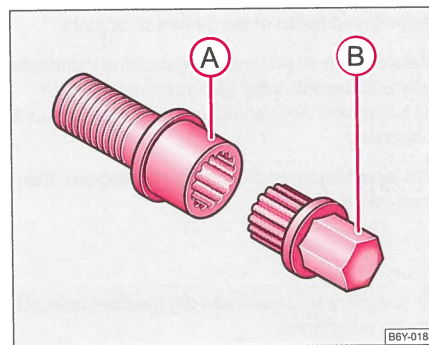

Fig. 162 Hjulsikringsbolt med adapter
- Skyd adapteren (B) med dens fortandede side ind til anslag i hjulsikringsboltens indre fortanding (A) således at kun den ydre sekskant rager ud ⇒ fig. 162.
- Skyd hjulnøglen på adapteren til anslag (B).